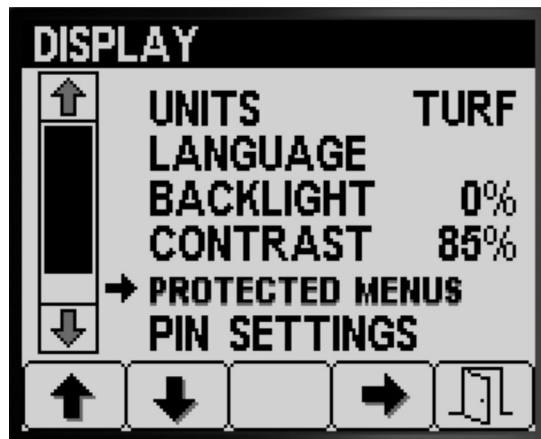

Figura 21
1. Pulse el botón 1 o el botón 2 para desplazarse a la opción MENÚS PROTEGIDOS (Figura 21).
2. Pulse el botón 4 para seleccionar la opción MENÚS PROTEGIDOS (Figura 21).